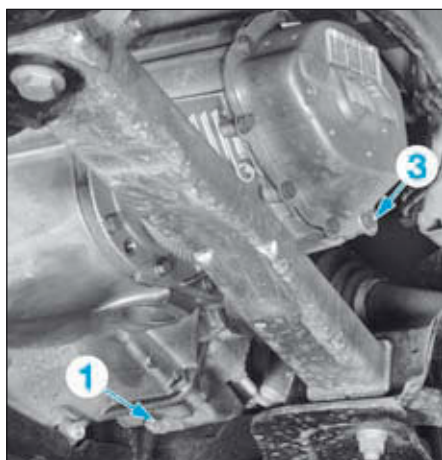

FIG.1
- le bouchon de vidange (1) (Fig.1).
- l'orifice de mise à l'air libre (2) ou le bouchon de niveau (3) (Fig.1) et (Fig.2).
- Effectuer le remplissage à la quantité requise par l'orifice de mise à l'air libre (2) ou le bouchon de niveau (3).
- Reposer l'orifice de mise à l'air libre (2) ou le bouchon de niveau (3).